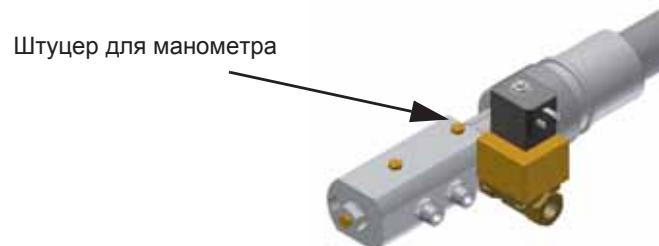

Рис. 13
1). установить манометр, входящий в поставку, как указано на Рис. 13.